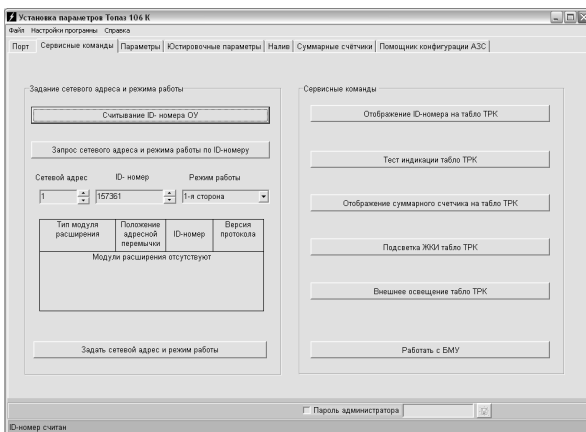

Рисунок 2
7.2.2 На вкладке "Сервисные команды" производится настройка сетевых адресов и режимов работы рукавов устройства по их ID-номерам (рисунок 2).